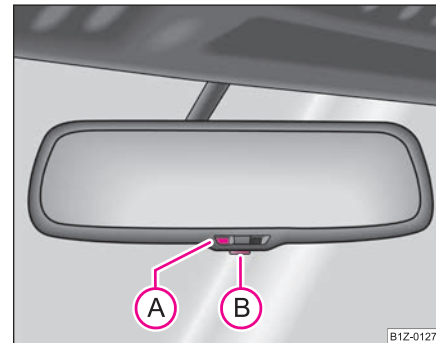

Fig. 52 Oglinda interioară cu reglare automată antiiorbire
- Apăsați tasta (B) - lampa de control (A) se aprinde ⇒ fig. 52.